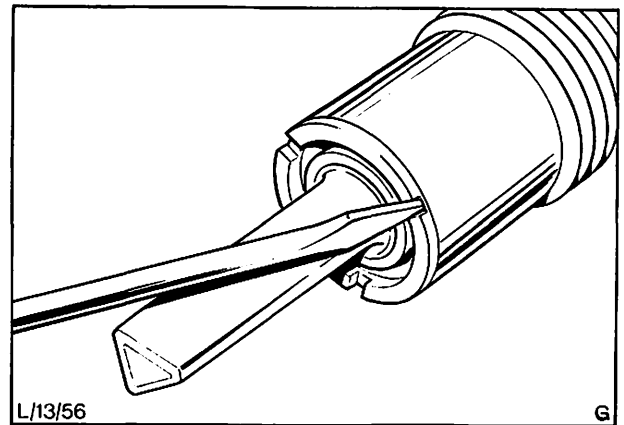

Abb. 72 Mantelrohr aufstemmen, um das untere Lager auszubauen
11. Mantelrohr aufstemmen und unteres Lenkspindellager herausnehmen. Siehe Abb. 72.